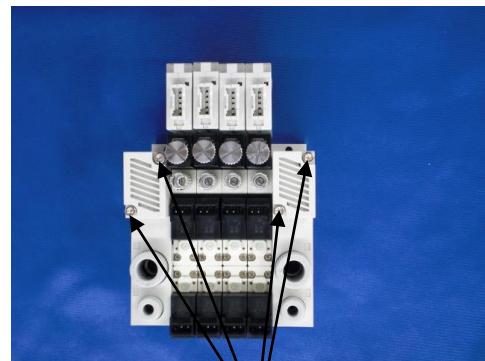

図3
- ① 六角穴付ボルト(4カ所)を緩め、サイレンサケースブロック(2カ所)を外して下さい。(図3参照)